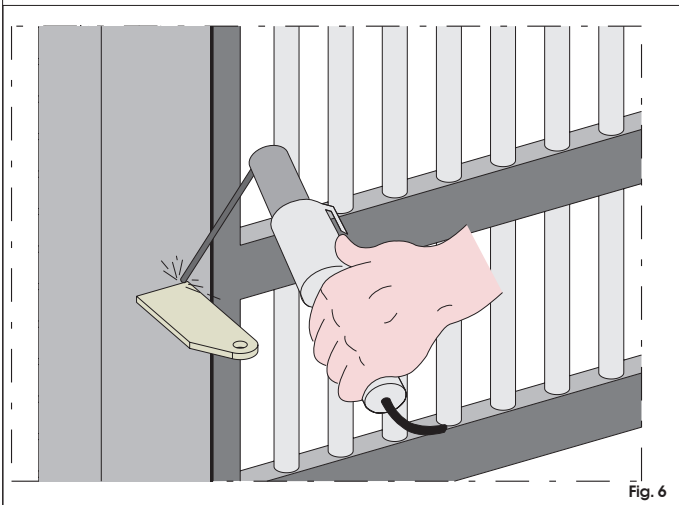
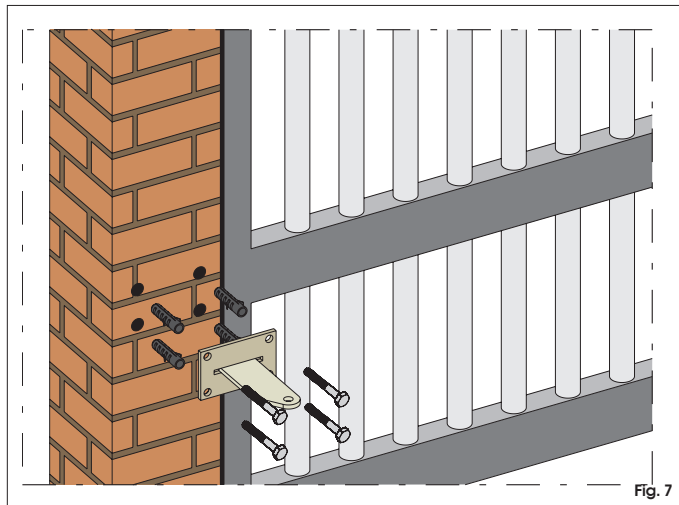

Fig. 6
Fig. 7
1) Fije la brida posterior en la posición establecida con anterioridad. En caso de que el pilar fuera de hierro, suelde atentamente la brida directamente en el pilar (Fig.6). Si el pilar es de obra, utilice la correspondiente placa (opcional) para la fijación mediante atornillado (Fig.7) utilizando adecuados sistemas de fijación. Seguidamente suelde la brida a la placa.